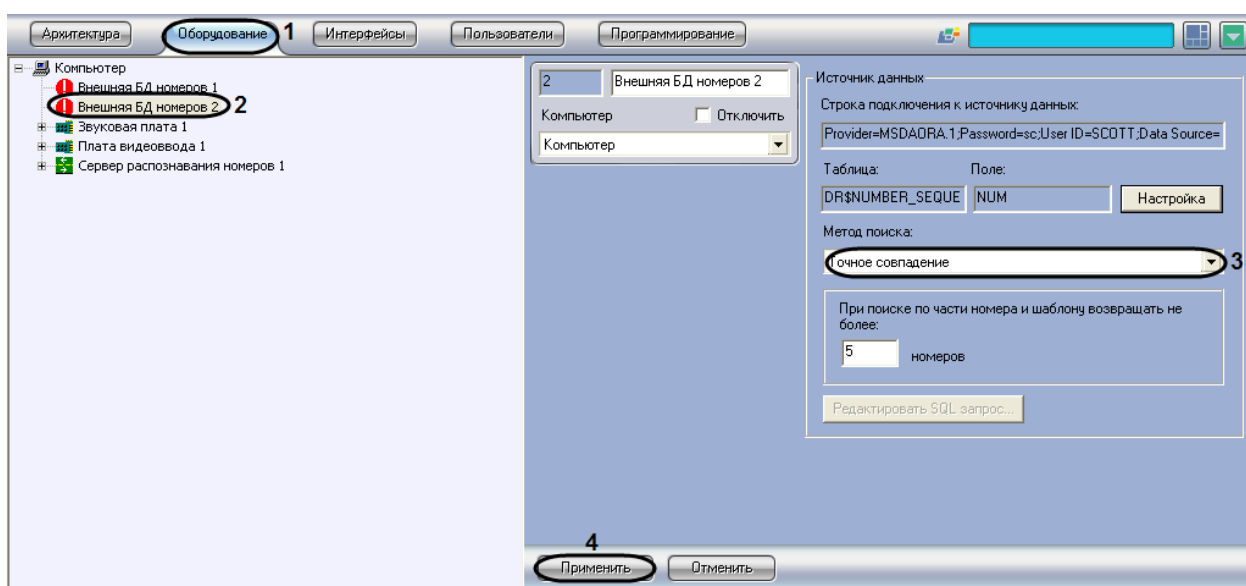

Рис. 7.6—10. Выбор метода поиска во внешней базе данных
1. Перейти на вкладку «Оборудование» диалогового окна «Настройка системы» (Рис. 7.6—10, 1).
2. Выбрать в дереве объект «Внешняя БД номеров» (Рис. 7.6—10, 2).
3. Из списка «Метод поиска» (см. Рис. 7.6—10, 3) выбрать требуемый метод поиска номеров во внешней базе данных (см. Таб. 7.6—1).
4. Нажать кнопку «Применить» (см. Рис. 7.6—10, 4).